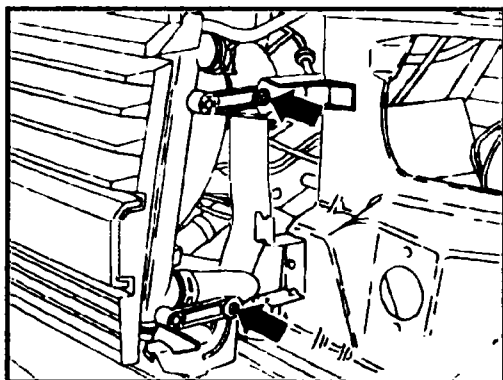

Рис. 2.2 Места крепления радиатора (с левой и правой стороны)
- ◆ Выберите с левой и с правой стороны штифты крепления радиатора и отсоедините пружинные соединители (см. по стрелке рис. 2.2). Затем снимите радиатор.